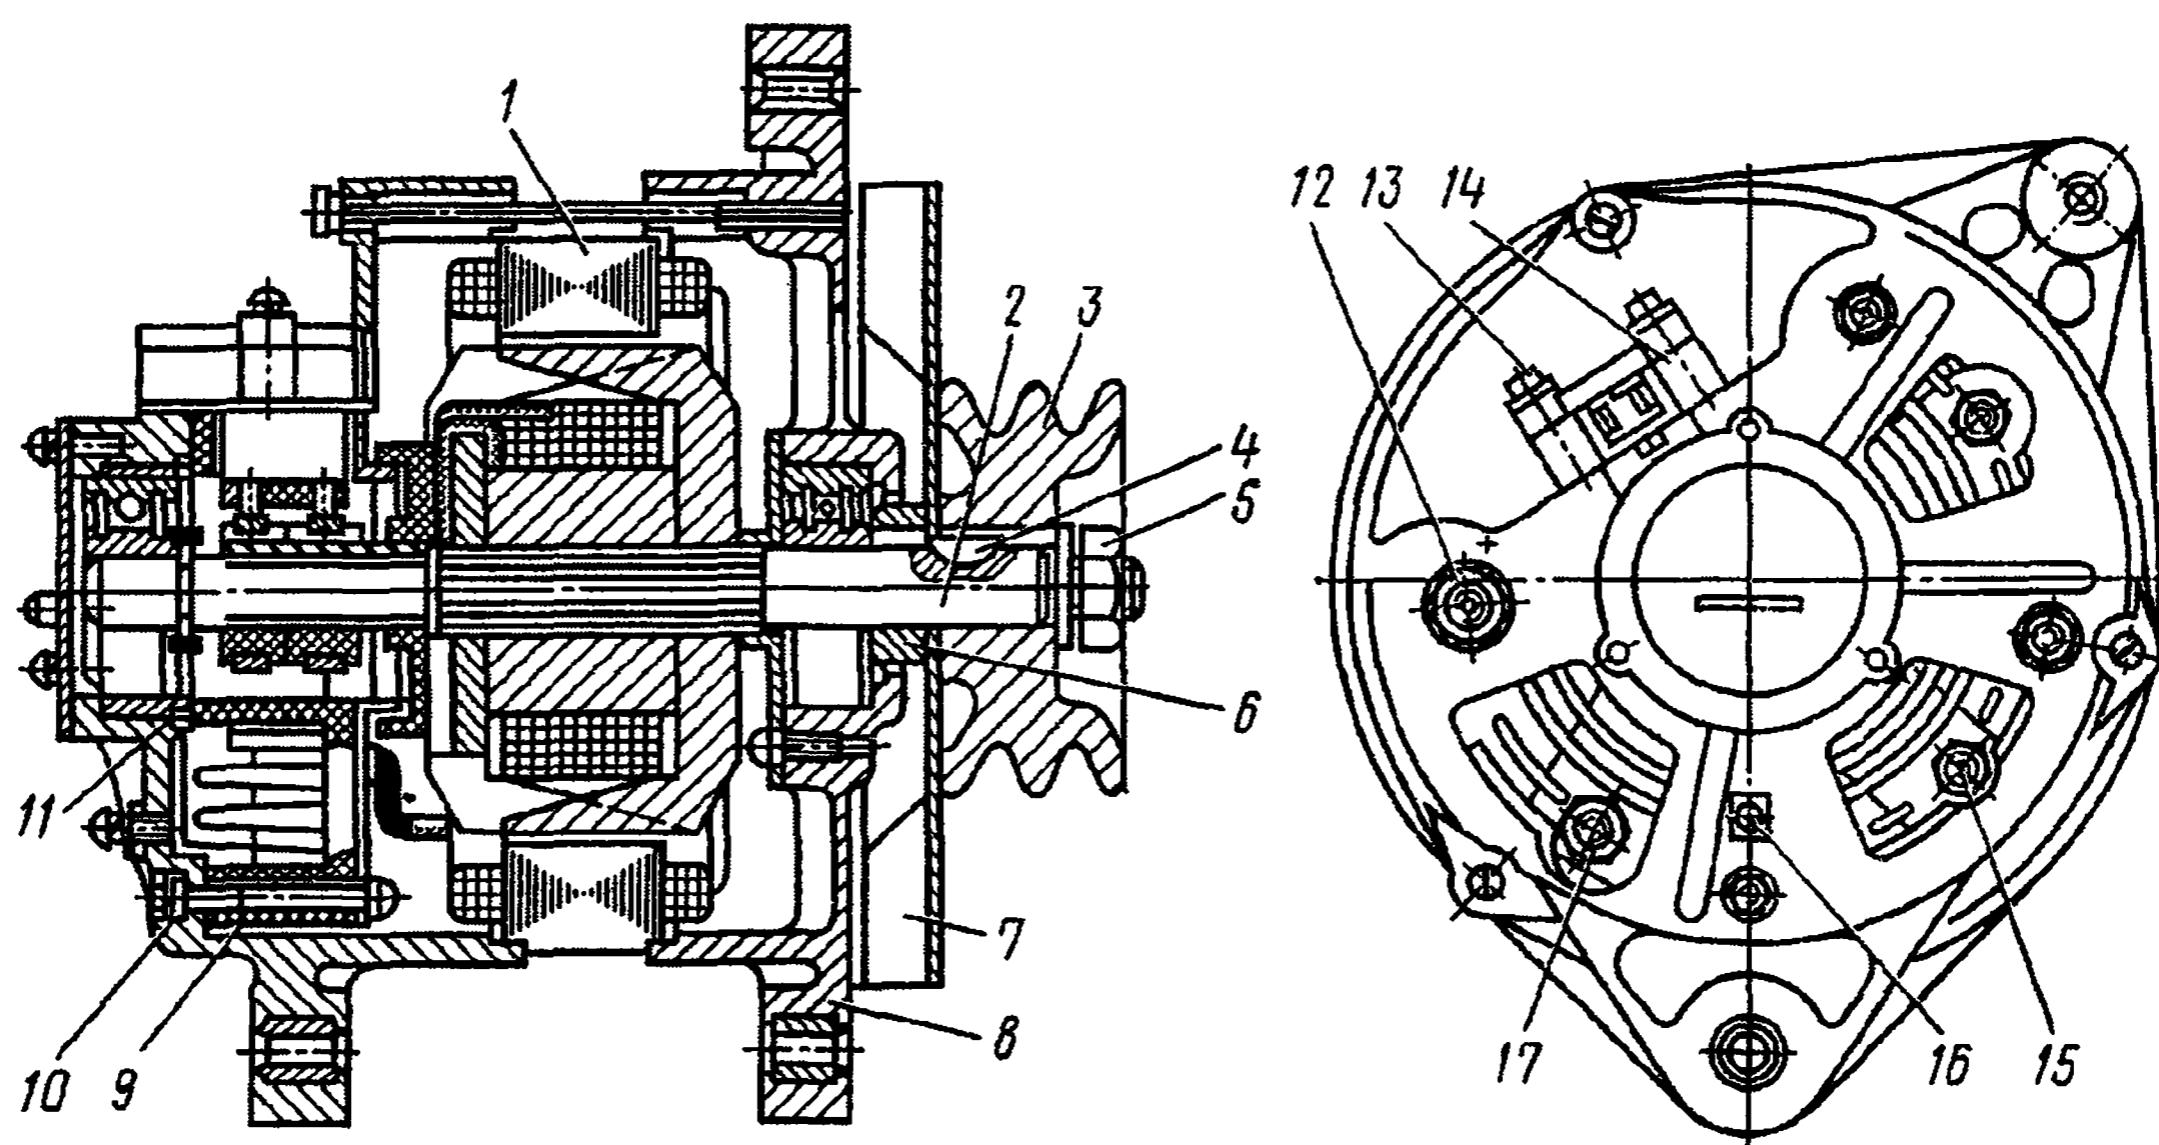

Рис. 361. Генератор Г288:
1. Выверните болты 13 (рис. 361), специальные крепления щеткодержателя 14, снимите щеткодержатель	Отвертка
8. Установите крышку 8 (см. рис. 361) со стороны привода на вал 2 ротора	Пресс